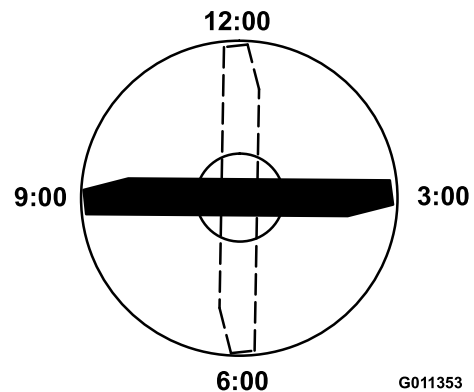

図 127
4. ブレードの印の付いているほうの端部を12時の位置車両進行方向に向け図 127、作業台の表面からブレードの切っ先までの高さを測定する。
5. 印の付いている端部を3時の位置と9時の位置に向けて図 127それぞれ高さを測定する。